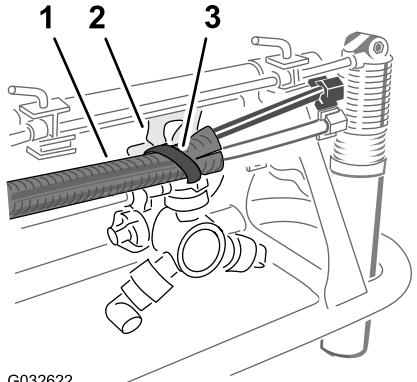

Figura 23
5. Prenda o conjunto dos tubos ao orifício no suporte do bico com uma braçadeira de cabos como se mostra na Figura 23.